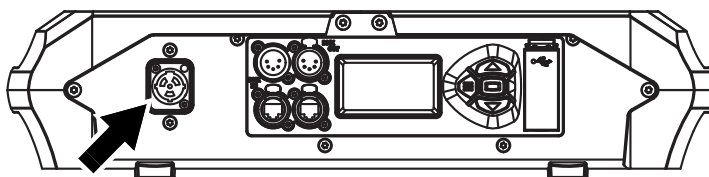

Figure 7 : Embase secteur
2. Voir Figure 7. Alignez les détrompeurs du connecteur TRUE1 du câble d'entrée d'alimentation avec ceux de l'embase MAINS IN (voir ci-contre). Insérez le connecteur dans l'embase et tournez-le dans le sens horaire pour le bloquer. Si le connecteur semble difficile à tourner, sortez-le de